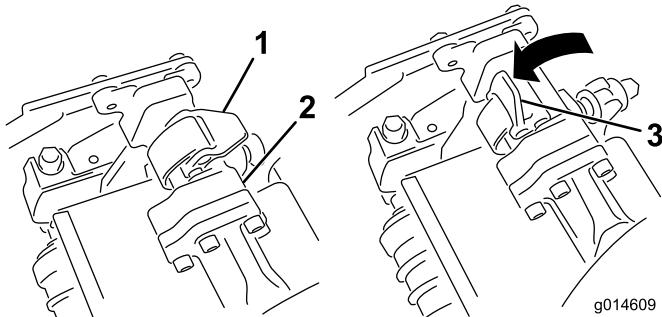

Figura 12
5. Com os fechos na barra do braço de suspensão a apontar para cima (i.e., abertos) (Figura 12), empurre o braço de suspensão para baixo de forma a que a barra passe pela barra através da parte superior da unidade de corte (Figura 13).
6. Feche os fechos para baixo e em redor da barra da unidade de corte e bloquie-os no sítio (Figura 12).